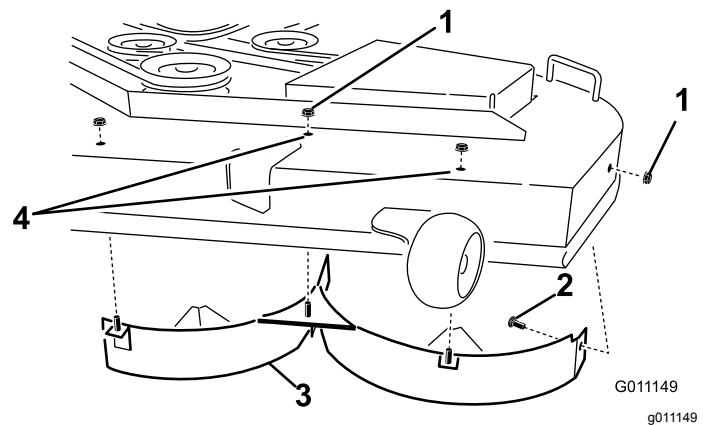

Figura 12
4. Remova as duas porcas de bloqueio (5/16 pol.) presas aos postes soldados do abafador esquerdo, na parte superior da plataforma do cortador, nas posições central e esquerda (Figura 12).
6. Remova o abafador esquerdo da plataforma de corte como se mostra na Figura 12.